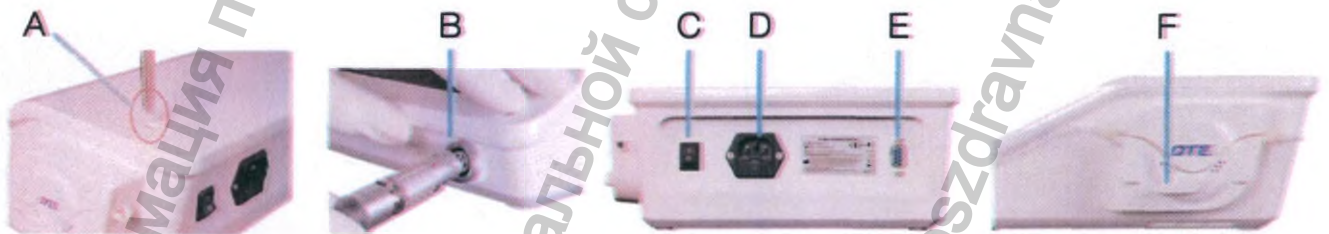

Рис. 3
Вставьте держатель для физраствора в специально предназначенные для этого отверстия (Рис.3 - А);
Подсоедините ножную педаль к корпусу основного блока, вставив штекер в соответствующий разъем (Рис.3 - E);
Подключите кабель питания в разъем на корпусе устройства (Рис.3 - D) и затем в розетку электропитания;
Вставьте кабель наконечника в специально отведенное для этого отверстие (Рис.3 - B);
Нажмите кнопку включения/выключения on/off (Рис.3 - C) и используйте прибор по назначению.
4. Убедитесь, что наконечник Surgery-X LED правильно подключен к разъему для кабеля наконечника (рисунок 3 – поз. В);